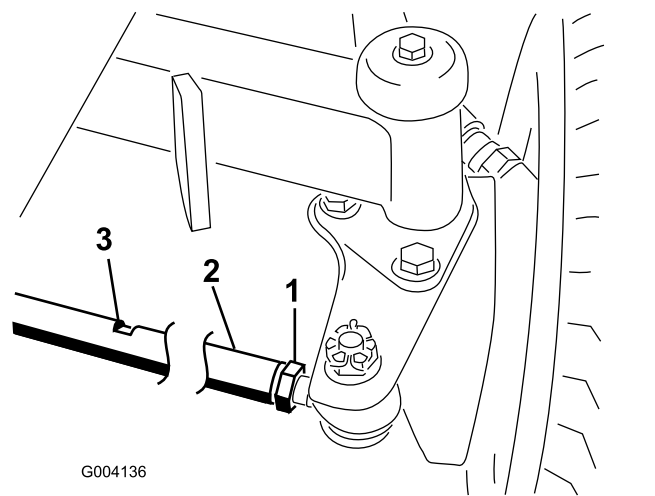

Figura 134
1. Slăbiți contrapiulița de la fiecare capăt al tije (Figura 134).